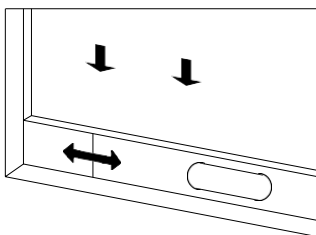

Figure 2
- 1) Ouvrez la fenêtre à moitié, puis installez le système d'étanchéité sur la fenêtre (voir Figure 2 et 3).